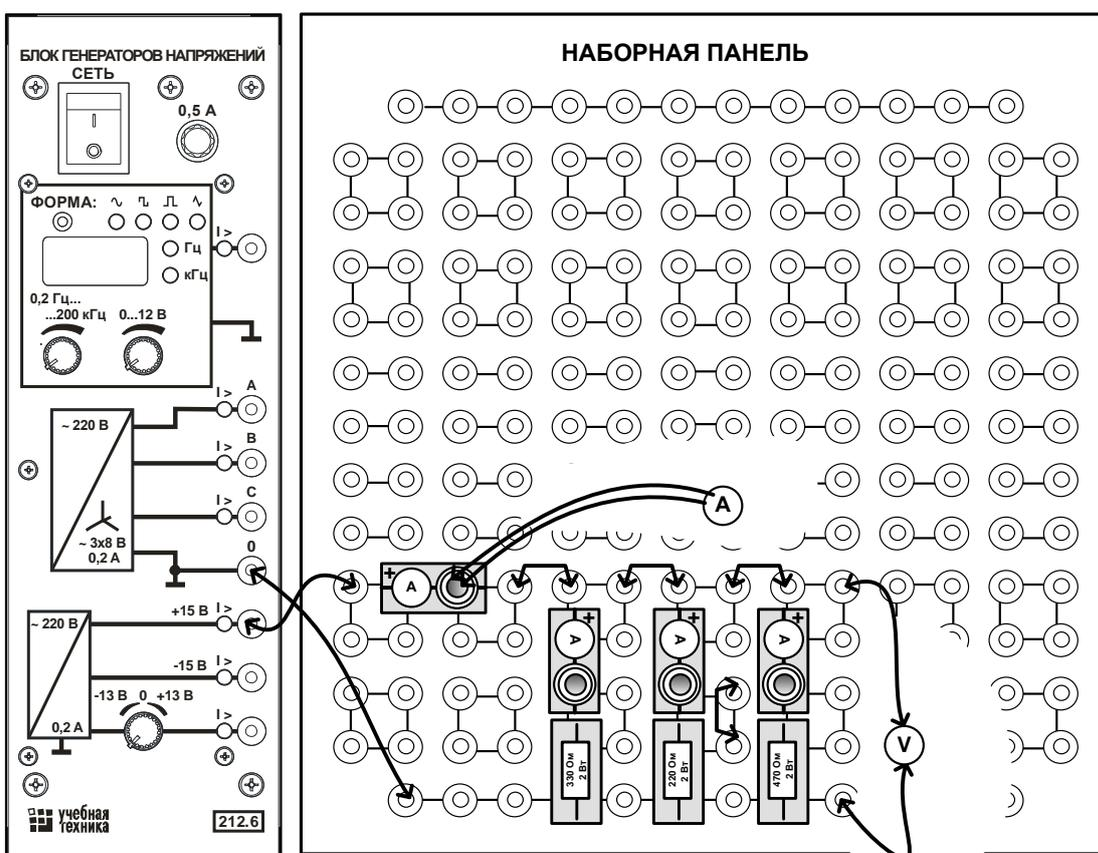

Рис. 3.4
- Соберите цепь согласно монтажной схеме (рис. 3.4), вставив последовательно с каждым из резисторов (330, 220 и 470 Ом) специальные миниблоки для подключения амперметра.